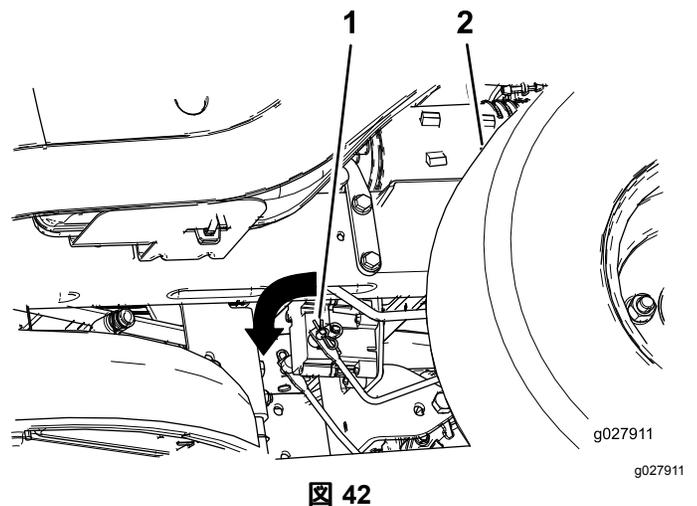

図 42
2. 電気ブレーキのシャフトブレーキリンクアームが接続されているを探し出す 図 42。
3. シャフトを前方向に回すとブレーキが解除される 図 42。